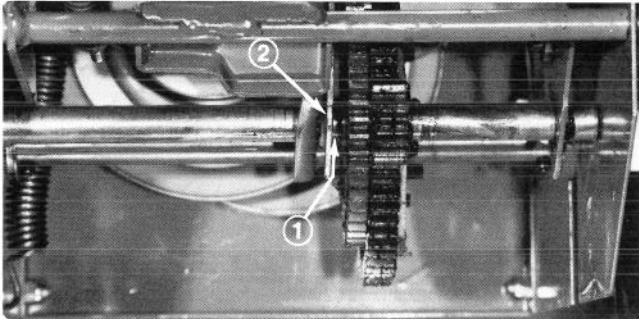

Abb. 37
3. Geschwindigkeitsschalter in den 3. Gang schieben und Schalterplatte nach unten drücken, damit die Antriebseinheit nach rechts bewegt wird. Antriebseinheit sollte an den Rollensplint ankommen. Wenn nicht, die Einheit nach rechts drücken, damit der Kontakt entsteht (Abb. 37).